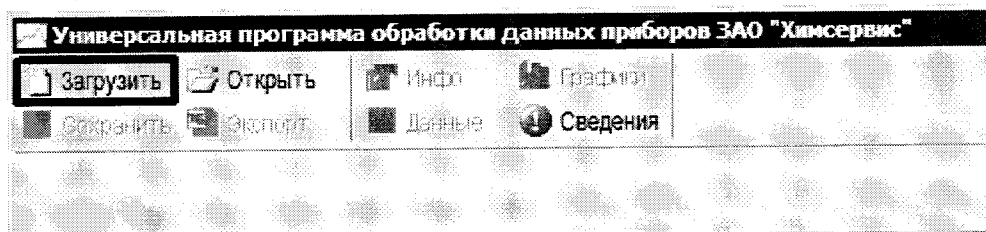
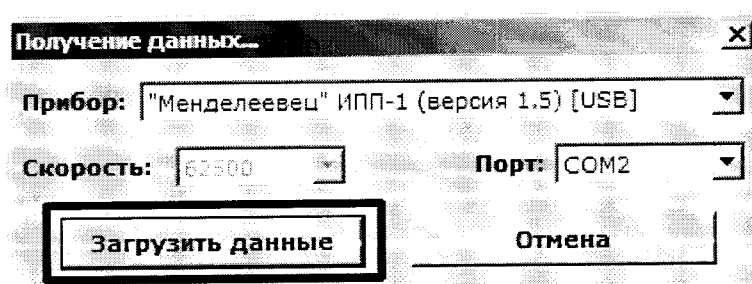

Рисунок 6 – Главное окно программы
Рисунок 7 – Окно «Получение данных...»
2.10.2.5 В главном окне программы (рисунок 6) Далее необходимо нажать кнопку "Загрузить" и в появившемся окне (рисунок 7) выбрать тип прибора («Менделеевец» ИПП-1 (версия x.x) [USB]) и имя виртуального COM-порта. Остальные параметры соединения программа настроит самостоятельно.
2.10.4 Далее на компьютере в окне "Получение данных..." (рисунок 7) необходимо нажать кнопку "Загрузить данные".
2.10.6 Для обработки данных в программе в MS Excel или любом текстовом редакторе, поддерживающим кириллицу Windows, в программе (рисунок 6) необходимо нажать кнопку "Экспорт". При этом файл будет экспортирован в формат CSV.